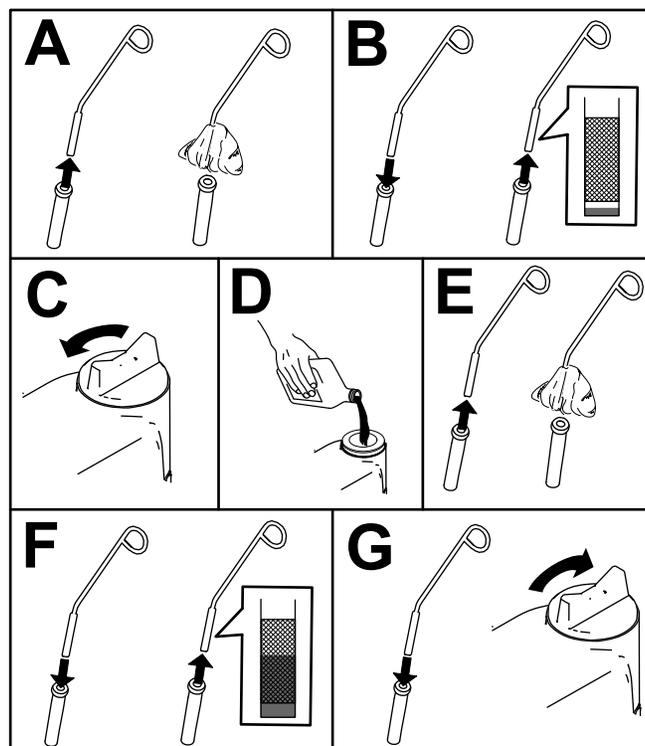

Рисунок 54
5. Проверьте уровень масла и при необходимости долейте его (Рисунок 54).